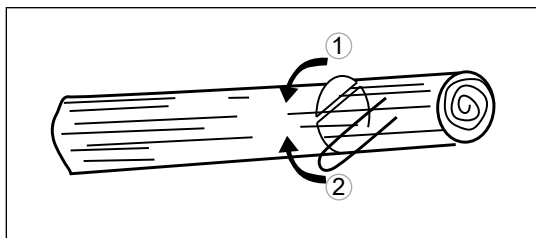

Рис. 12
3. В случае когда ствол находится на опорах с двух концов, сначала пропилите сверху на 1/3 диаметра ствола, чтобы избежать раскалывания. После этого закончите срез снизу так, чтобы он совпал с первым срезом, избегая заклинивания (рис. 12).